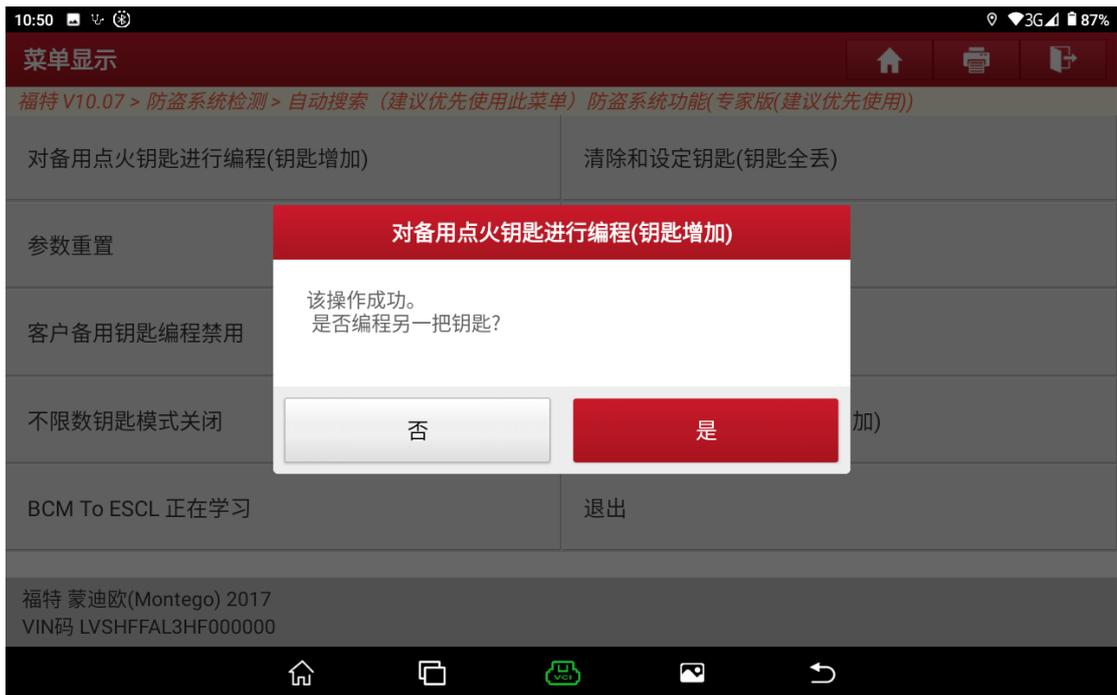

图 A14
12. 提示新增钥匙成功, 是否继续新增另一把钥匙。选择【否】退出, 选择【是】执行步骤 10 (图 A14)